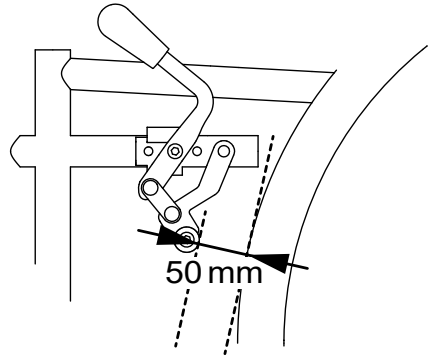
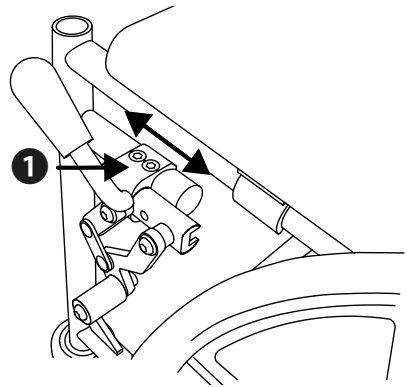

Abb.4
Abb.5
1. Der Abstand zwischen Bremsbolzen und Reifendecke muss bei max. geöffnetem Bremsmechanismus an der engsten Stelle 50 mm betragen (Abb. 4).
2. Achten Sie bei der Montage des Befestigungsadapters der Bremse (1, Abb.5) darauf, dass der Abstand zwischen Bremsbolzen und Reifendecke von 50 mm eingehalten wird (Abb. 4).
3. Ziehen Sie anschließend die Schrauben (1, Abb.5) wieder fest und wiederholen die Schritte auf der anderen Seite für die zweite Feststellbremse.
Bei der Verwendung des optionalen Höhenadapters, muss der Abstand zwischen Bremsbolzen und Reifendecke ebenfalls 50 mm betragen. Zur Korrektur lösen Sie den Befestigungsadapter der Bremse erneut und bringen ihn in die richtige Position (1, Abb.5).
**Orientierungshilfe:** Die roten Markierungen am Rahmen und an der Bremse schließen bei der Montage ohne Höhenadapter den Befestigungsadapter der Bremse (1, Abb.5) rechts und links ein.